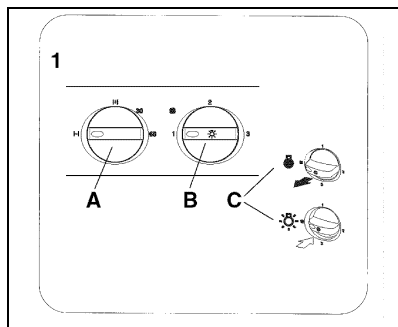

Fig.2
Ved behov for komfyravtrekk (matlaging) åpnes spjeldet i kjøkkenhetten vha. bryter "A". Samtidig reguleres viftene til forsert ventilasjon (3) vha. bryter "B" (**Fig.2**).